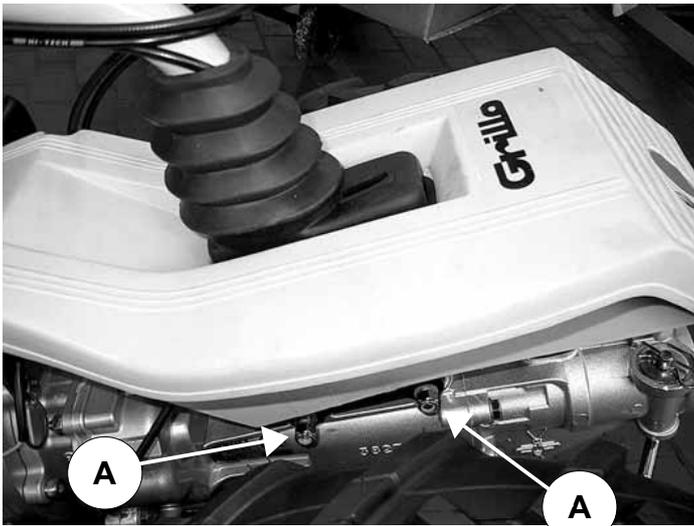

Fig. 1
- 2) Sollevare la carenatura ruote (fig. 1)
- 3) Togliere le due viti (fig. 1, pos. A)
- 4) Ruotare la stegola di 180°, reinserire le due viti di fissaggio e serrare i dadi (fig. 1, pos. A), facendo attenzione ad abbassare il piantone stegola fino a toccare il carter del cambio, per evitare che i cavi dell'acceleratore, innesto trazione e innesto attrezzo rimangano in tensione. Fare attenzione a non piegare i cavi di comando.
- 5) Posizionare la levetta regolazione manubrio facendo attenzione al fine corsa (fig. 1/B)
- 8) Montare la fresa nell'attacco rapido e bloccarla con l'apposito perno (fig. 1, rif. D).
- Controllare che gli attrezzi siano ben fissati alla macchina (fig. 1, rif. D).